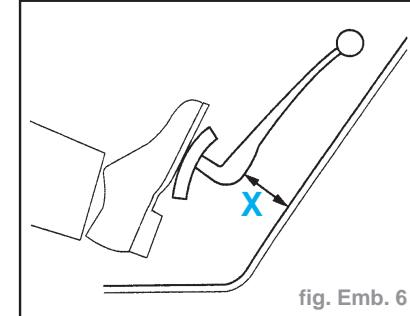

fig. Emb. 6
- Vis (6) 2
- Vis (7) 2
- Refermer la vis de purge (5).
- Vérifier qu'un début de friction du mécanisme d'embrayage apparaît à une cote X supérieure ou égale à 35 mm (la cote X est donnée à titre indicatif) (fig. Emb. 6).